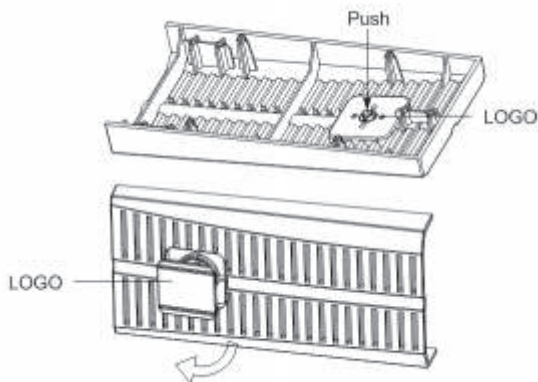

Рис.4-5
3. Осторожно вытяните логотип на внешней панели, поверните его на 90 градусов по часовой стрелке и закрепите в этом положении (Рис.4-5).